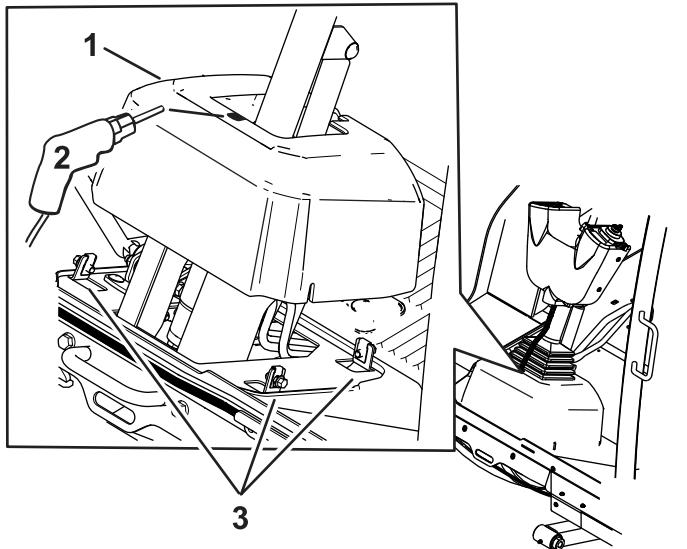

**Figura 8**
5. Fissate il lampeggiante con una fascetta per cavi (Figura 8).
6. Inserite il cablaggio preassemblato nell'interruttore a bilanciere e nell'interruttore multifunzione (Figura 8).
7. Inserite il cablaggio preassemblato nel relè e nel lampeggiante (Figura 8).